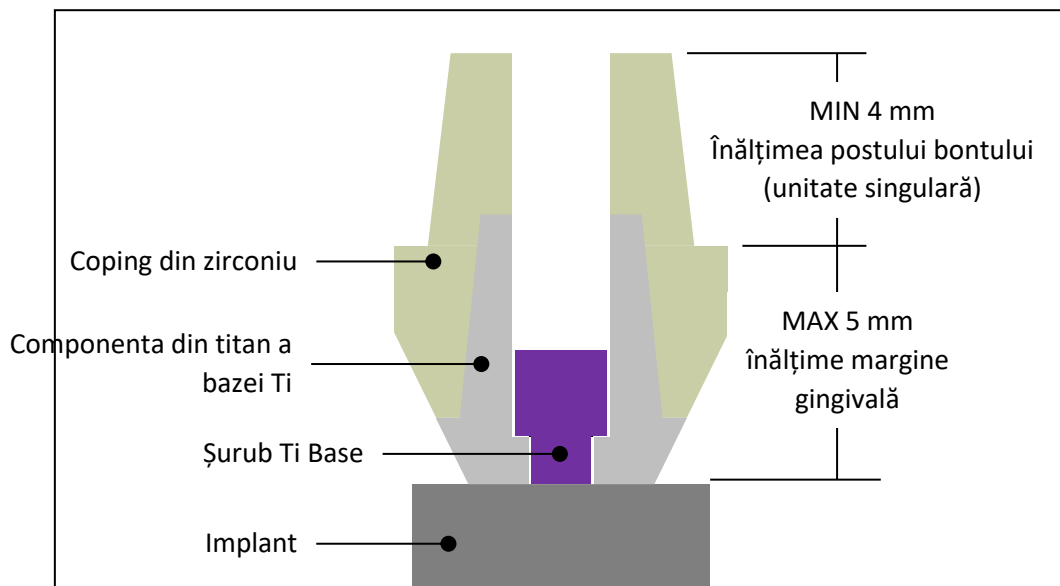

Figura 2 - Limitările de proiectare ale copingului (suprastructurii) din zirconiu
- Înălțime maximă a marginii de 5 mm. (a se vedea **Figura 2**)
- Bonturile protetice Ti Base cu o înălțime a pivotului mai mică de 4,0 mm sunt destinate exclusiv restaurărilor multiunitare. (a se vedea **Figura 2**)